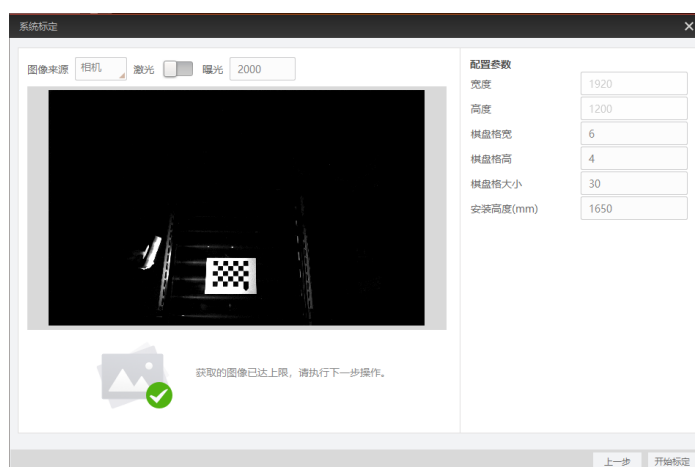

图3-14 标定参数配置
6. 单击“下一步”，根据实际使用的标定板规格和架设高度填写配置参数，如 图 3-14 所示。